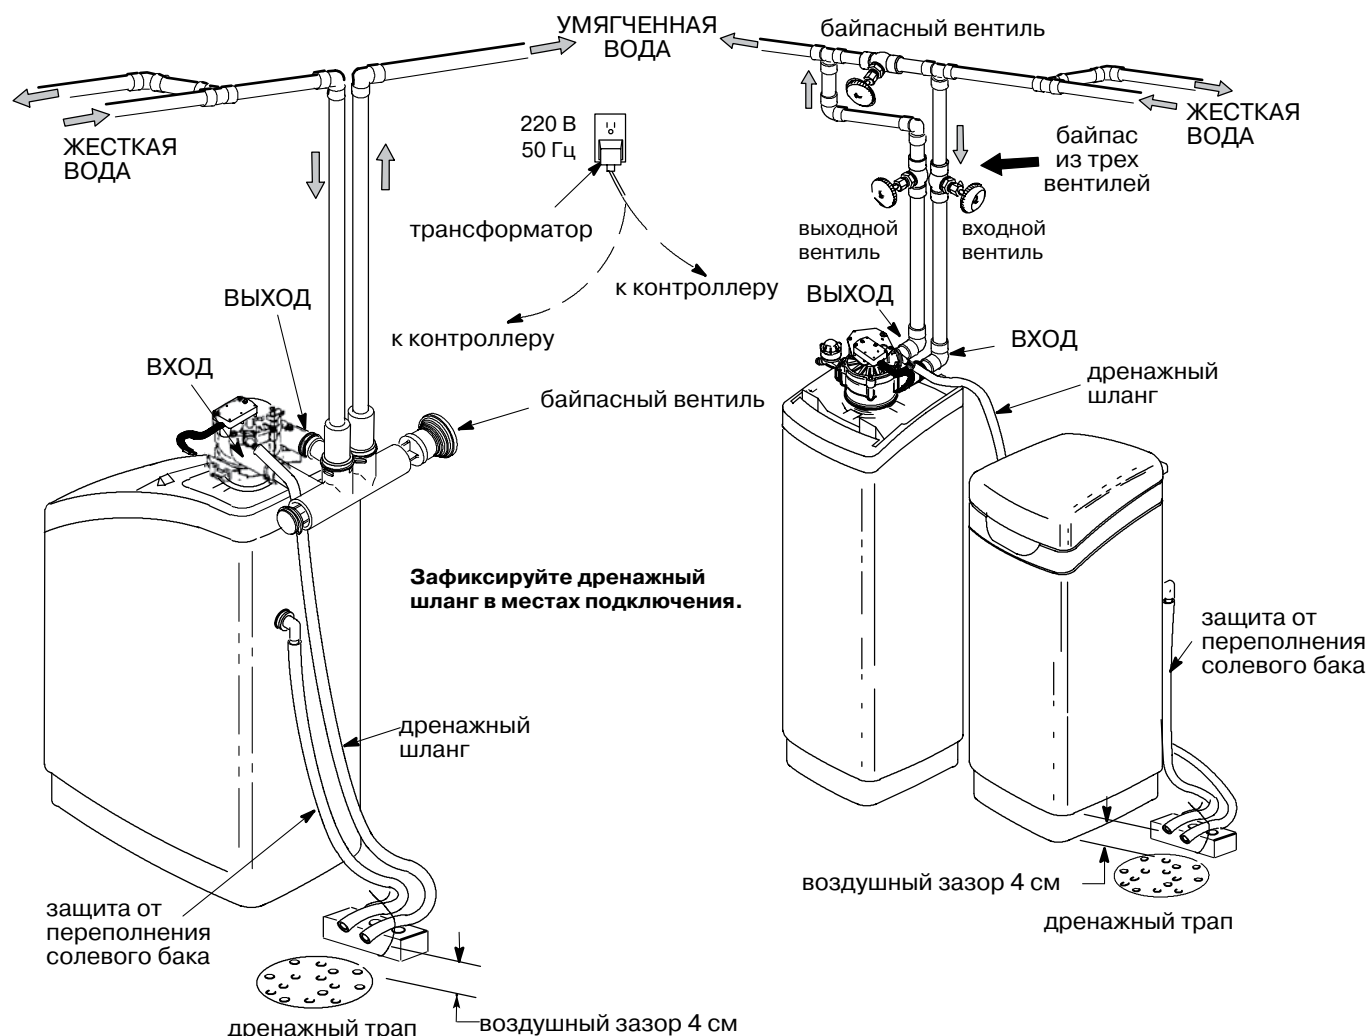

Рис. 2. Типовая схема установки
1. Моноблочные модели поставляются в собранном виде. Во время установки снимите верхнюю крышку и крышку солевого бака и отложите их в сторону во избежание повреждений. Убедитесь в том, что солевая шахта установлена вертикально и закреплена (**рис. 2**).
При установке байпаса из трех вентилях, соедините их, как показано на **рис. 2**.